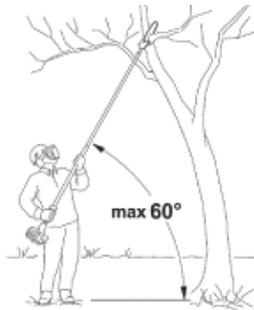

Fig. 26
3. Tenez toujours le produit à un angle ne dépassant pas 60° par rapport à l'horizontale. Dans le cas contraire, il n'est pas possible d'opérer en toute sécurité (Fig. 26).